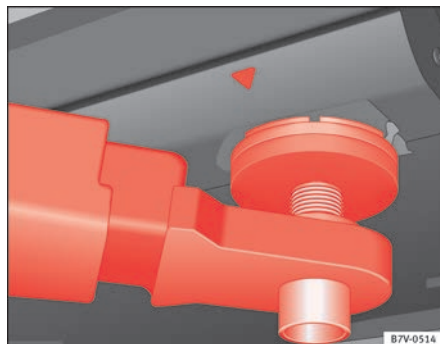
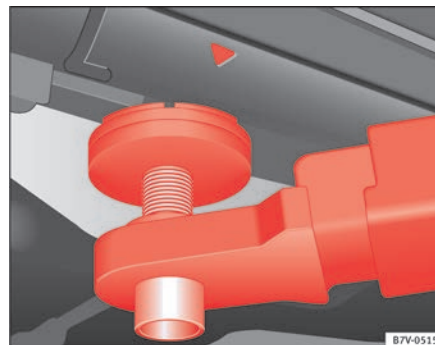

Fig. 160 Puntos de apoyo delanteros para elevar el vehículo con la plataforma elevadora o con el gato.
Fig. 161 Puntos de apoyo traseros para elevar el vehículo con la plataforma elevadora o con el gato.
Para levantar el vehículo deberá servirse únicamente de los puntos indicados en las figuras ⇒ fig. 160 y ⇒ fig. 161. Si no se eleva el vehículo por los puntos indicados, éste podría sufrir desperfectos ⇒ ⚠ y causar lesiones graves ⇒ ⚠.
- Elevar el vehículo sirviéndose únicamente de los puntos indicados en las figuras ⇒ **fig. 160** y ⇒ **fig. 161**. Si no se eleva el vehículo por los puntos indicados, podría caerse de la plataforma elevadora al desmontar, por ejemplo, el motor o la caja de cambios.